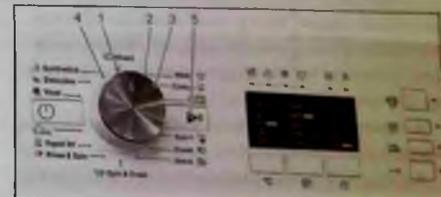

Рис. 1. Внешний вид ПУ со светодиодной индикацией СМ Whirlpool
1. Переводят селектор программ в положение «1» («12 часов») — см. рис. 1.